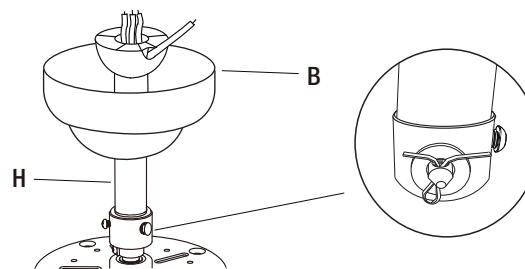

Figura 5
- Afloje los tornillos primero y luego inserte el conjunto de la varilla de extensión (H) en la barra de suspensión en la parte superior del conjunto del motor del ventilador.
- Empuje el pasador (EE) a través del eje del motor y de los orificios de la vara (Figura 5). El extremo de inserción del pasador pivotante tiene una forma cónica especialmente diseñada que se aleja y no daña los cables del interior del vástago. Asegure el pasador insertando el pasador de chaveta y doblando los extremos para evitar que se salga de los orificios (Figura 5).
- Asegure la barra de suspensión y la varilla de extensión ajustando los tornillos instalados previamente en la barra de suspensión (Figura 5).